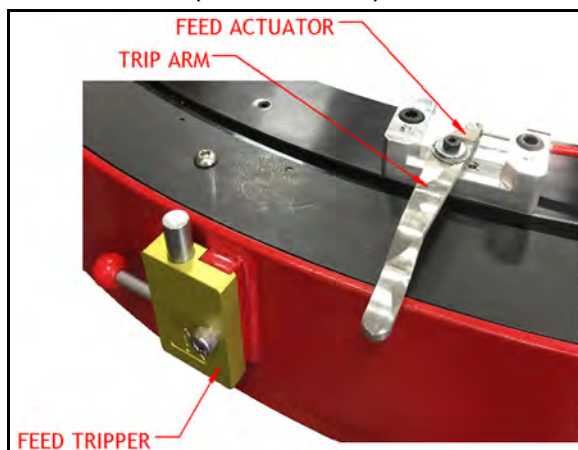

РИСУНОК 3-12. РАСПОЛОЖЕНИЕ МЕХАНИЗМА РАСЦЕПЛЕНИЯ ПОДАЧИ
1. Установите необходимые механизмы расцепления (см. Рис. 3-12.).